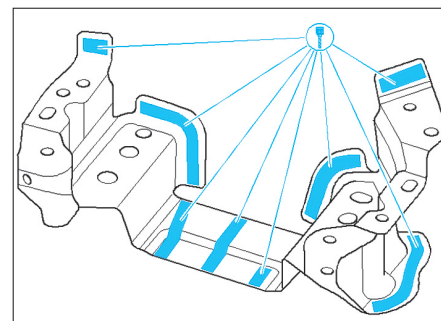

FIG. 8
- Sur la pièce neuve, percer les orifices nécessaires avec un foret de 7 mm de diamètre pour les soudures par bouchonnage (Fig.8).